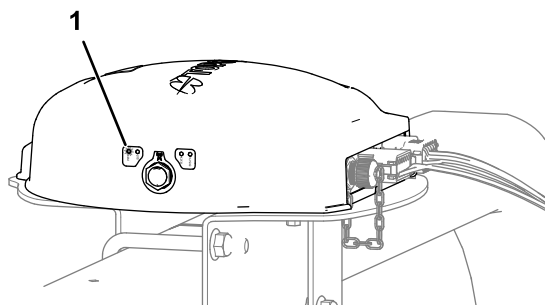

Figura 233
- Ricevitore satellitare, la spia PWR si illumina (Figura 233)